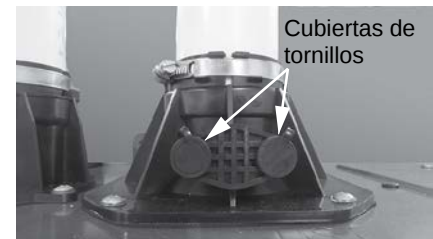

Figura 65 - Ubicación del puerto de emisiones.
- 3 Ubique la tapa del puerto de emisiones en el puerto de escape de salida del calentador de agua, como se muestra en la Figura 65.